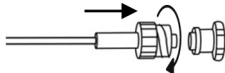

Рис. 2
3. Подсоедините отдельную линию отбора проб газа (штекерный люэровский коннектор) к респираторному газоанализатору, как показано на рис. 2.